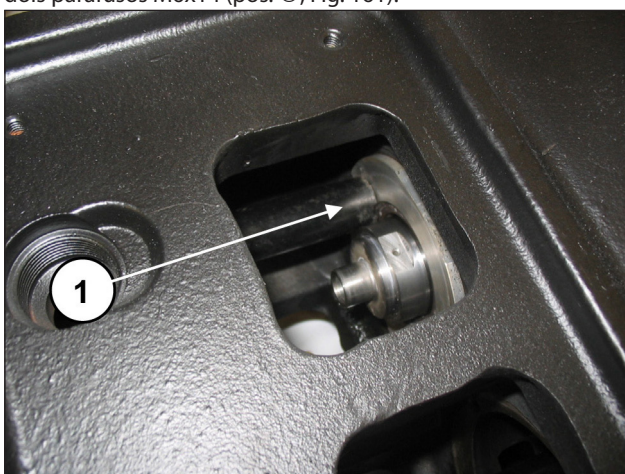
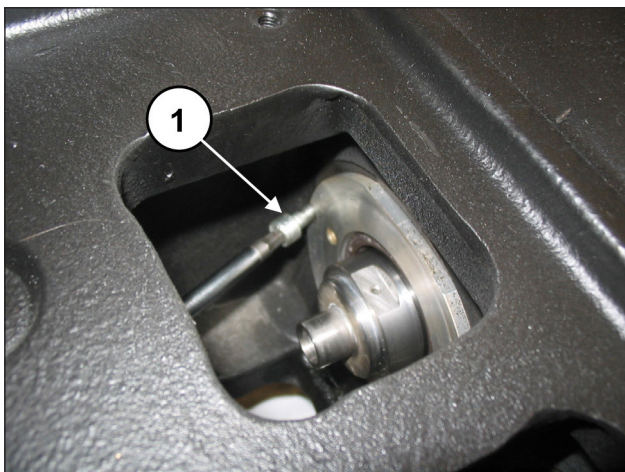

Fig. 160
Fig. 161
Assegure-se que a tampa entre completamente no assento (pos. ①, Fig. 160) prestando atenção para não causar danos à borda da junta do óleo. Aparafuse as tampas de óleo usando dois parafusos M6x14 (pos. ①, Fig. 161).